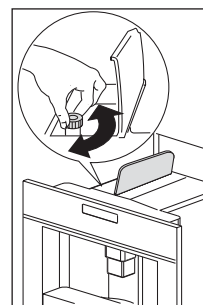

Fig. 21
- Si se utiliza más de una dosis de café premolido y el embudo se atasca, empuje el café hacia abajo con un cuchillo (Fig. 21). Después, retire y limpie la unidad de infusión y la máquina tal y como se describe en la sección “Limpiar la unidad de infusión”.